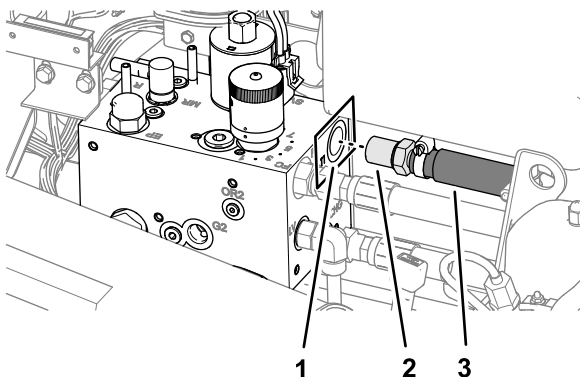

Figur 49
2. Før slangen langs med stelkanalen mod kontrolkonsollen (Figur 49).